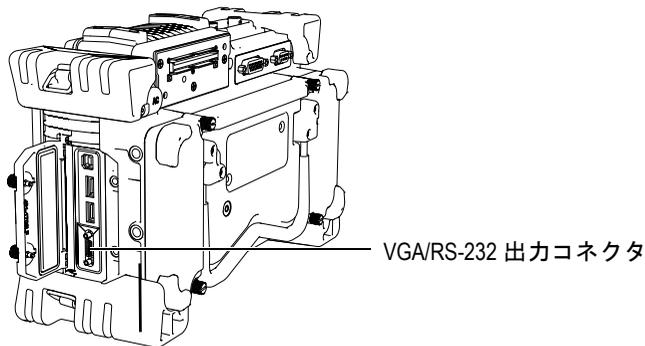

図 8-1 VGA/RS-232 出力コネクタ
2. 探傷器付属の EPXT-C-VGA-6 ケーブルを EPOCH 1000 シリーズの VGA/RS-232 出力コネクタに接続してから（128 ページ図 8-1 参照）、VGA デバイスにつながります。